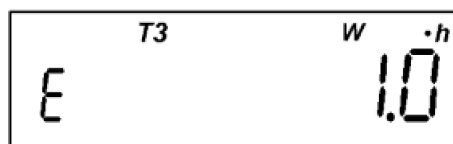

Рисунок 16
- количество потребленной активной энергии (отображаются мнемоникой " $W \cdot h$ ") (Рисунок 16):